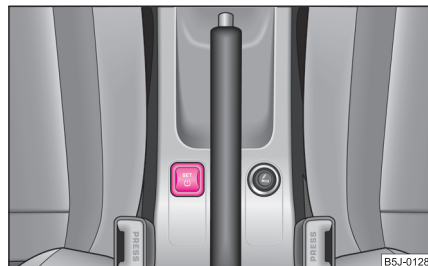

Fig. 137 Tastă pentru reglarea presiunii din pneuri
- Apăsăți tasta **SET** (↵) ⇒ **pagina 148, fig. 137** mai mult de 2 secunde. În timp ce apăsați tasta, se aprinde lampa de control (↵). Simultan, se memorează valorile de bază, fapt confirmat de un semnal acustic și de stingerea lămpii de control (↵).